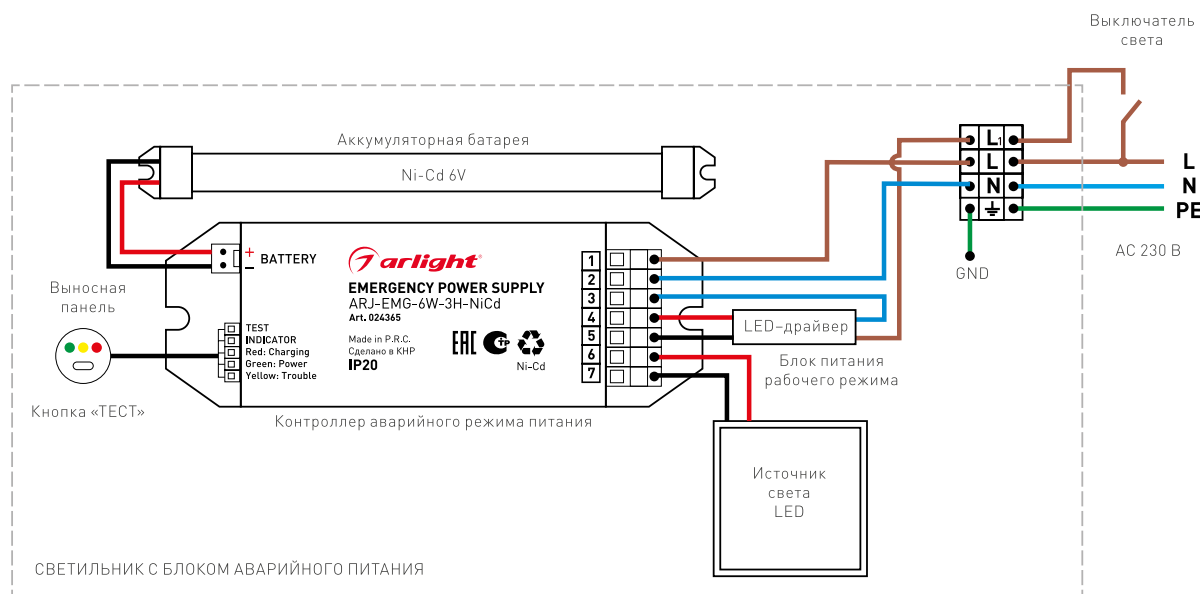

Рис. 4. Электрическая схема подключения моделей с БАП 024365
Подключите провода сетевого питания к зажимам клеммной колодки светильника (см. рис. 4):
**⚠ При транспортировке, хранении или длительном периоде бездействия необходимо перевести светильник в режим ожидания, для этого при отключенном сетевом питании необходимо дважды нажать на кнопку «ТЕСТ» (см. рис. 4). Эта операция переведет контроллер в режим ожидания, и свечение светильника отключится. Светильник автоматически перейдет в дежурный режим после подключения его к сети.**